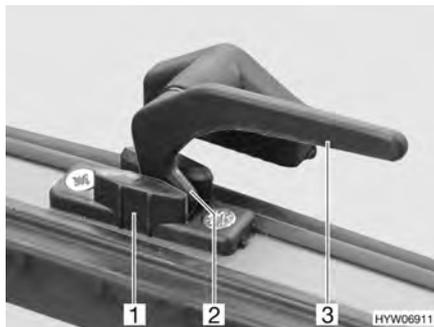

Fig. 59 Leva di serraggio in posizione "Aerazione continua"
- In posizione di "Aerazione continua" (Fig. 59)
- Ruotare la leva di serraggio (Fig. 59,3) di un quarto di giro verso il centro della finestra.
- Ruotare la leva di serraggio di un quarto di giro verso il telaio della finestra. Riportare contemporaneamente il nasello di chiusura (Fig. 59,2) nella rientranza della chiusura della finestra (Fig. 59,1).